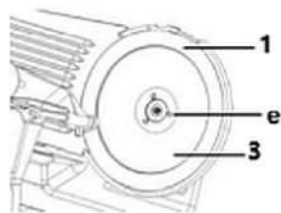

Рис. 13
4. Для снятия ножа (1) открутить 3 стопорных винта (е) с помощью подходящей отвертки (рис. 13).
5. Осторожно отсоединить нож (1).
6. Кожух ножа (3) и нож (1) промыть теплой водой с нейтральным моющим средством. Использовать губку, подходящую щетку или мягкую тряпочку. Прополоскать в чистой воде.